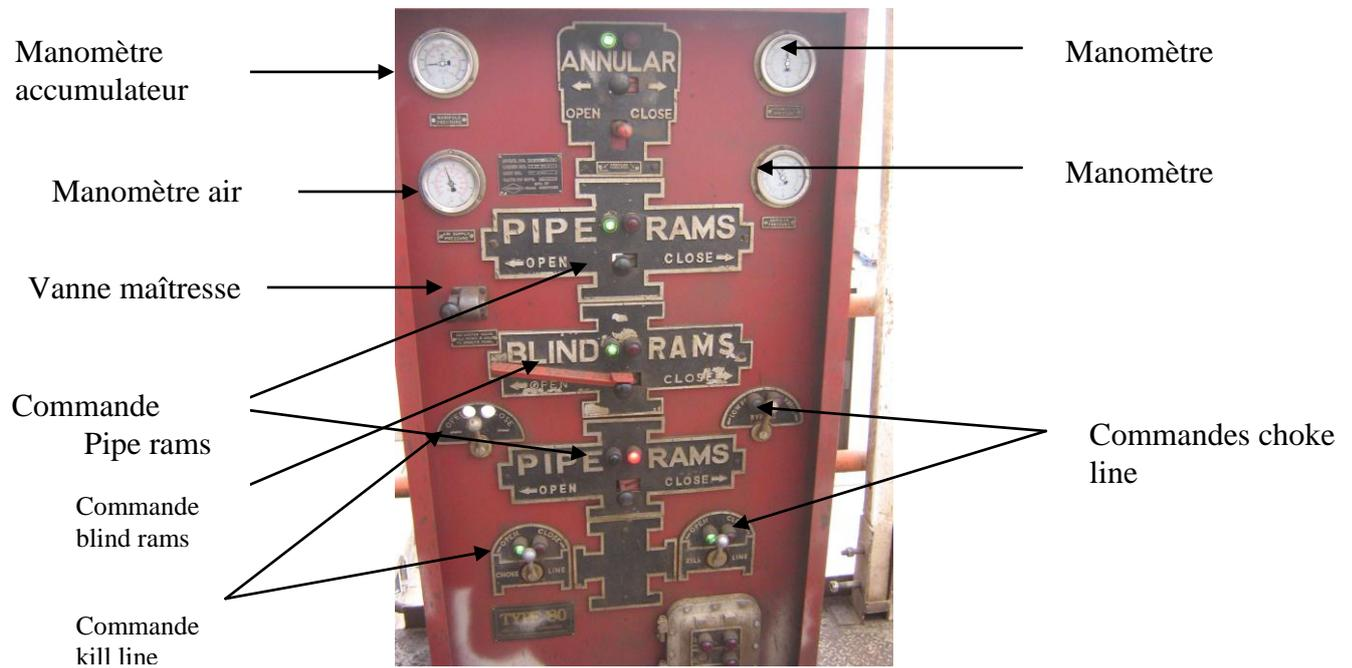

Fig.II.11. Panneau de commande à distance
a. Panneau de commande à distance : (Fig.II.11)